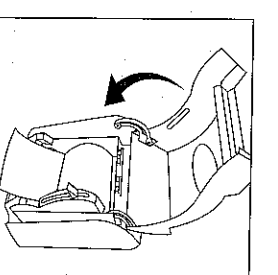

Fig. 5
4. Drape the paper over the black rubber roller and close the cover firmly until it locks. (Figure 5)
4. Tendre l'essuie-mains par dessus le rouleau en caoutchouc noir et bien fermer le couvercle (Figure 5).